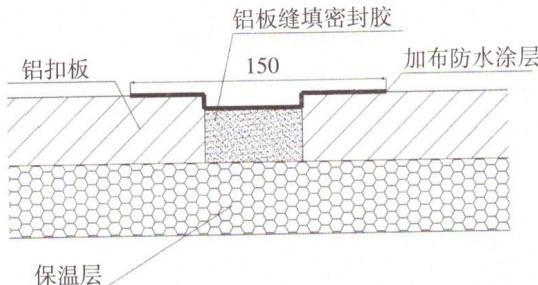

图3 铝板接缝处理构造
1)铝板接缝处采用“五涂一布”工艺(三层底涂、两层面涂)，施工宽度150 mm，并在涂层中加缝织聚酯布增强，涂层厚度约1.2 mm，见图3；